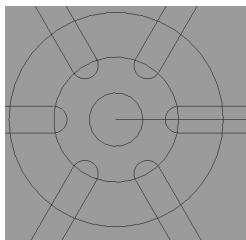

图 1-7 旋转效果
12. 设置完毕，单击对话框中的 OK 按钮，执行该命令，生成效果如图 1-7 所示。